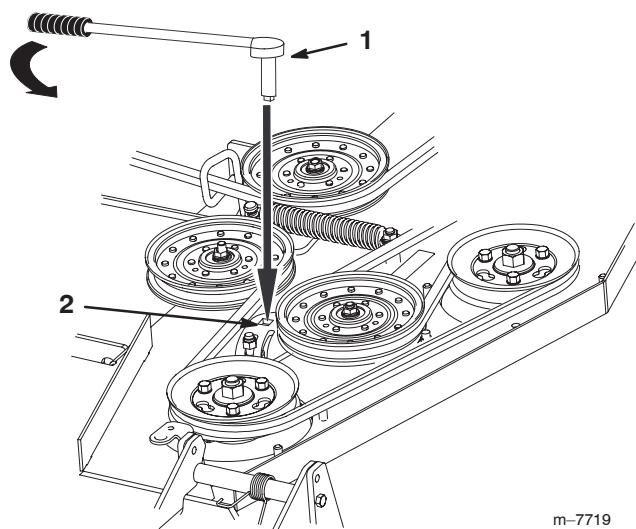

Figure 57
7. Insérez une douille courte avec manche à rochet ou une barre de levier dans le trou carré du bras de la poulie de renvoi fixe (Fig. 57).